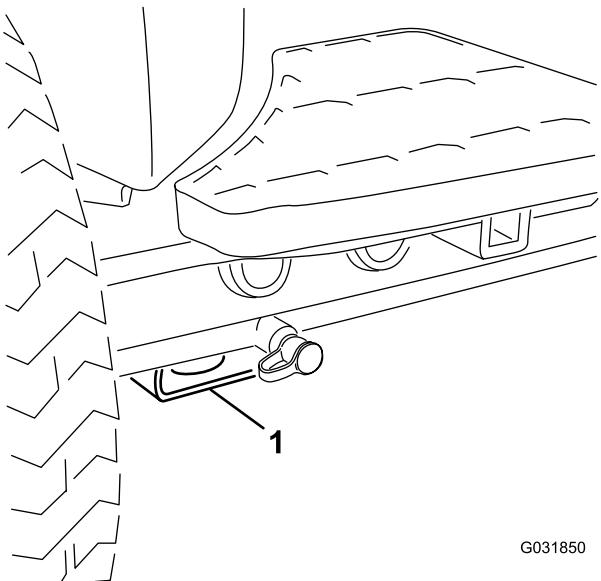

図 59
- **機体の前側**各前輪の内側のアクスルチューブの下にある四角いパッド図 59。